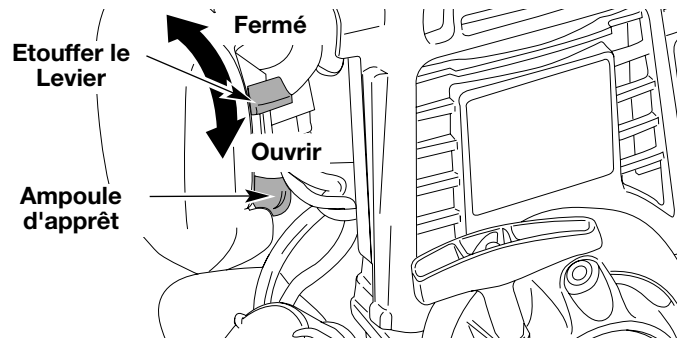

Fig. 6
3. Pour faire démarrer un moteur froid ou après avoir fait le plein, appuyer lentement sur l'amorce dix fois de suite. Une **certaine quantité de carburant devrait être visible dans l'amorce** et les tuyaux (Fig. 6). Si le carburant n'est pas visible dans l'amorce, appuyer dessus autant de fois que nécessaire jusqu'à ce qu'il arrive.